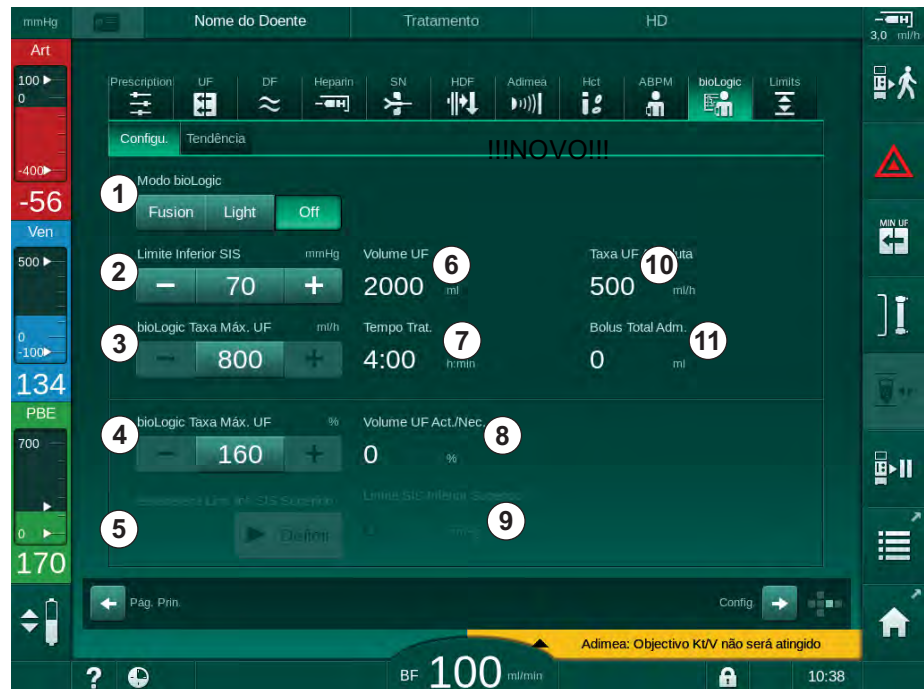

Fig. 11-19 Ecrã de Configurações de bioLogic Fusion
Ao ativar o SLL sugerido, o valor ⑨ em Fig. 11-19 é aceite. Opcionalmente, o limite sistólico inferior pode ser definido na posição ② .
1. Para ativar o bioLogic Fusion ou bioLogic Light, toque no botão *Fusion* ou *Light* na caixa do grupo *Modo bioLogic* (Fig. 11-19 , ①).